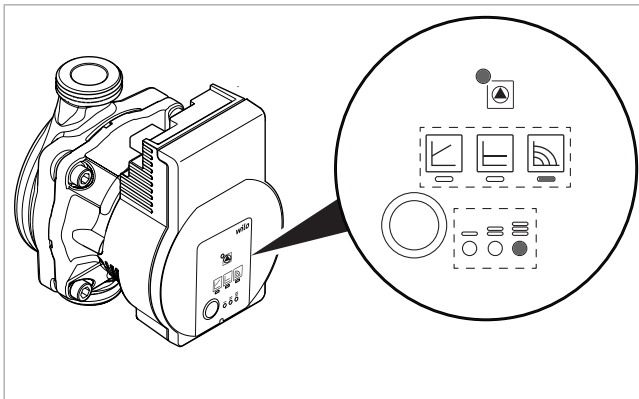

Abb. 38: Grundeinstellung (Konstant-Drehzahl, Kennlinie III)
** Mit dem 9. Tastendruck ist die Grundeinstellung (Konstant-Drehzahl / Kennlinie III, vgl. → Abb. 38) wieder erreicht.